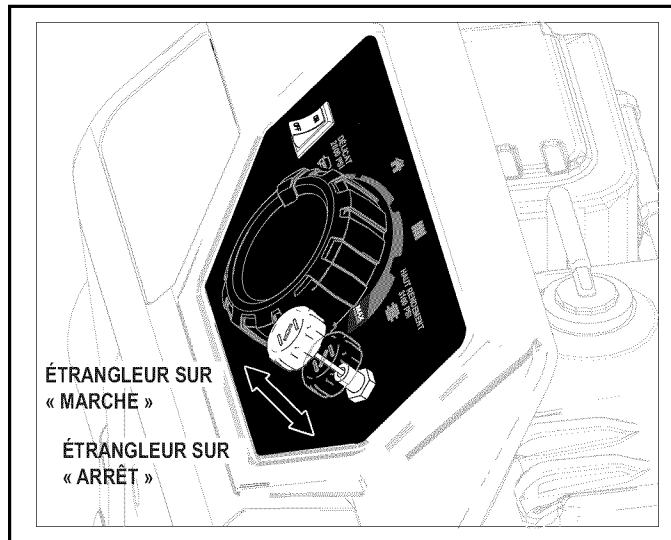

Figure 5-6. Bouton de l'étrangleur
7. Lors du démarrage du moteur, poussez lentement sur le bouton de l'étrangleur jusqu'à la position « ARRÊT » (« OFF ») pendant que le moteur chauffe. Si le moteur faiblit, tirez sur le bouton de l'étrangleur jusqu'à ce qu'il atteigne la position « MARCHÉ » (« ON »), puis poussez-le jusqu'à la position « ARRÊT » (« OFF ») (Figure 5-6).